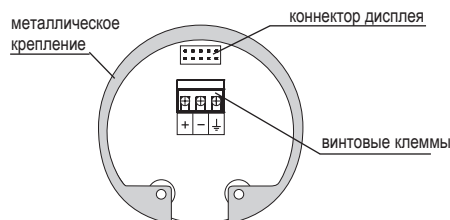

Рис. 20: Вид изнутри – винтовые клеммы уровнемера с выходом по току GRLM-70_--_I
- Согласно схеме, указанной на Рис. 20 и 22, присоедините кабель к винтовым клеммам. Клеммы и кабельный вывод прочно затяните. Момент затяжки – см. Технические параметры.
При наличии сильных электромагнитных помех, совмещения подводящего кабеля с силовой проводкой или при длине кабеля более 30 м рекомендуем заземление уровнемера (см. выше) и использование экранированного кабеля. Экран кабеля заземлите со стороны источника питания или присоедините его к внутренней соединительной клемме уровнемера, обозначенной $\perp$ – см. Рис. 20 и 22 (экран кабеля всегда присоединяется в одном месте).